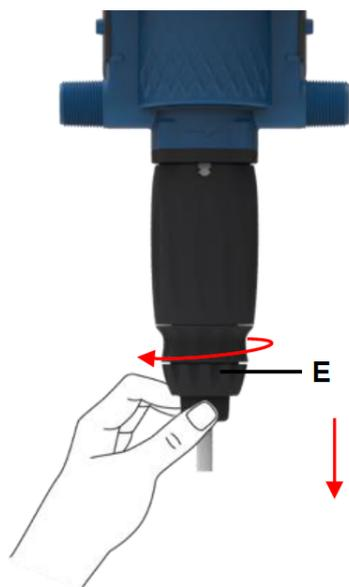
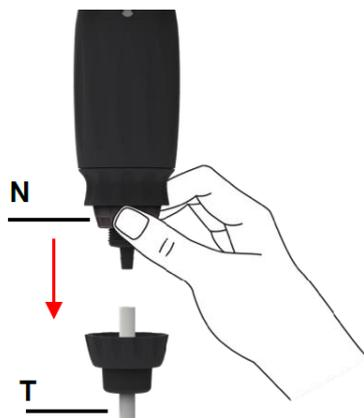

Рис. 15
Рис. 16
- Открутить гайку (Рис. 15-Е) и отсоединить всасывающую трубку, потянув ее вниз (Рис. 16-Т).
- Открутить и снять гайку (Рис. 16-Н).